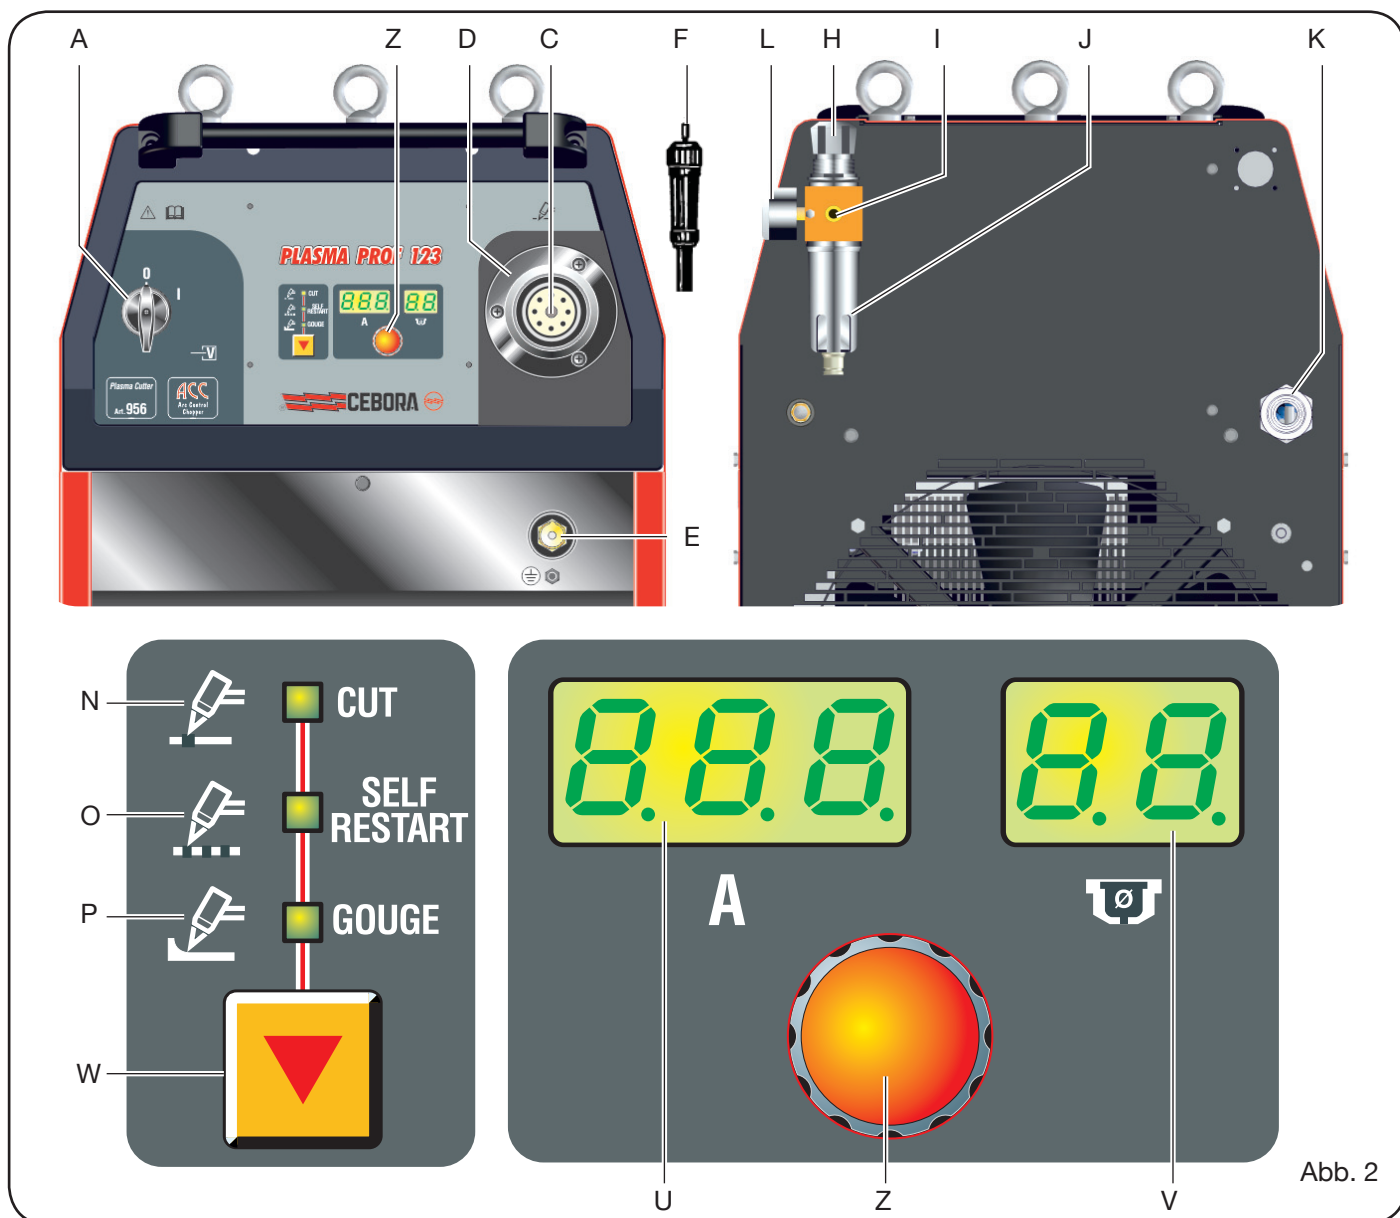

Abb. 2
2.2 BESCHREIBUNG DES GERÄTS (ABB. 2)
b) Bei Anschluss mit Netzstecker muss man einen Stecker verwenden, dessen Bemessungsstrom den Angaben auf dem Typenschild entspricht. In diesem Fall muss der Netzstecker dazu verwendet werden, die Maschine vollständig vom Netz zu trennen, nachdem der Schalter **A** (Abb. 2) auf "O" geschaltet wurde.